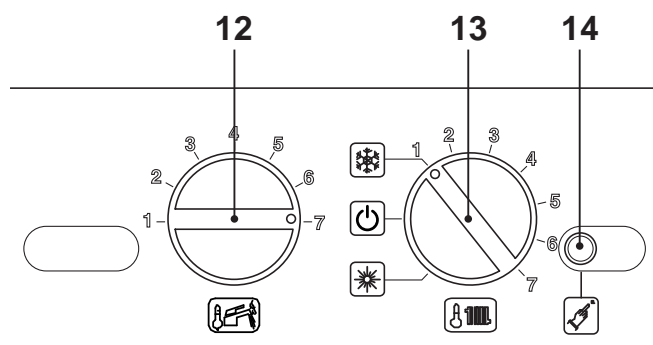
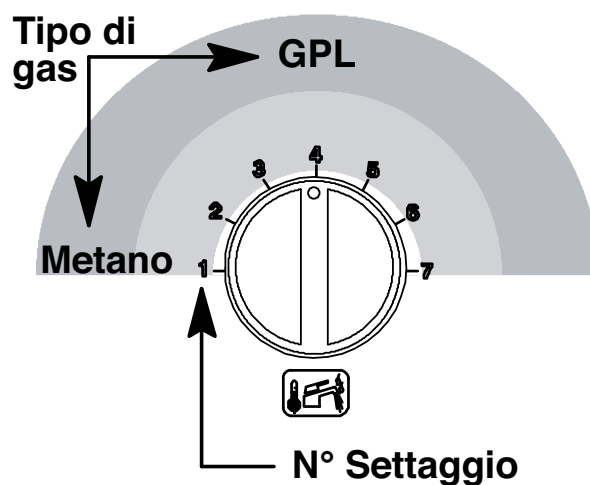
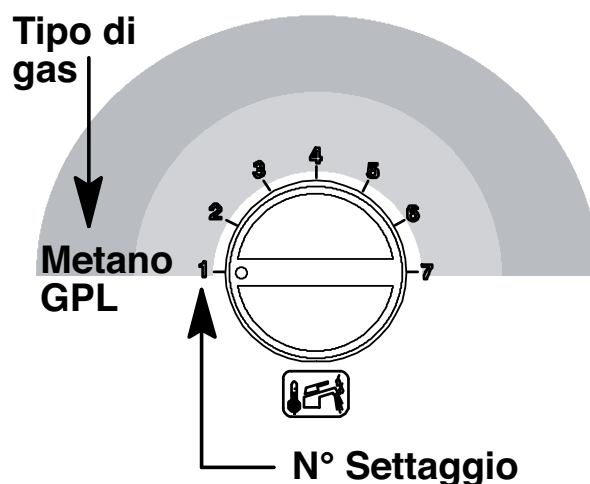

Fig. 8.2
Fig. 8.7
Fig. 8.11
- Posizionare il selettore 12 e la manopola regolazione sanitario 13 come in Fig. 8.2.
- Per settare il Tipo di gas bisogna entrare in programmazione premendo per 15 secondi il pulsante di ripristino 14 in Fig. 8.2 fino alla comparsa del parametro **P01** sul display LCD; sul display LCD compare la seguente visualizzazione (la sequenza **P01** si alterna -- -- --).
- Premere il pulsante di ripristino 14 in Fig. 8.2 per lo scorrimento dei vari parametri sino al raggiungimento del parametro **P05** valido per il settaggio del Tipo di gas; sul display LCD compare la seguente visualizzazione (la sequenza **P05** si alterna a **01**).
Esempio: Se il tipo di gas di alimentazione è il GPL (G30-G31) e la caldaia è predisposta per il funzionamento con il gas Metano (G20) ruotare la manopola 12 in Fig. 8.2 come in Fig. 8.7.
- Premere il pulsante di ripristino 14 in Fig. 8.2 per il raggiungimento del parametro **P06** valido per il settaggio del Tipo di gas (secondo livello); sul display LCD compare la seguente visualizzazione (la sequenza **P06** si alterna a **01**).
- Per cambiare il settaggio ruotare la manopola regolazione temperatura sanitaria 12 in Fig. 8.2 e posizionarla sulla posizione prescelta vedi anche Fig. 8.11.